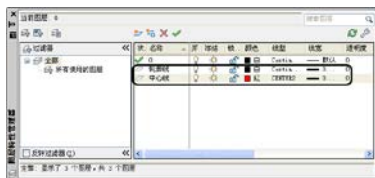

图 5.107 创建图层
(1) 启动 AutoCAD 2012 程序, 新建一个文件。
(2) 在【图层】面板中单击【图层特性】按钮, 弹出【图层特性管理器】面板, 在该面板中创建“轮廓线”图层, 线宽为 0.3mm, “中心线”图层, 红色, 线形为 CENTER2, 完成后的效果如图 5.107 所示。